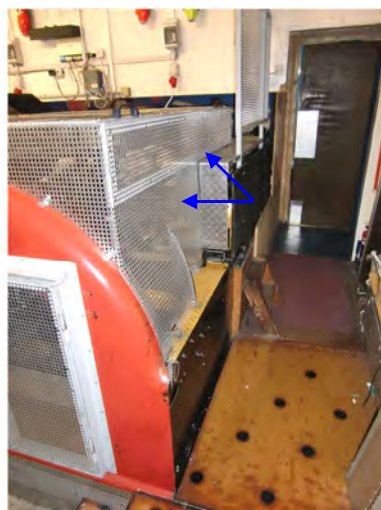

Abb. 4: Gitter, verschraubt
2. zur Sicherung der Gefahrstellen im Bereich seitlicher Verkehrswege durch ausreichend dimensionierte Verdeckungen in den Verkehrswegen; hier: verschraubte Gitter (Abb. 4).